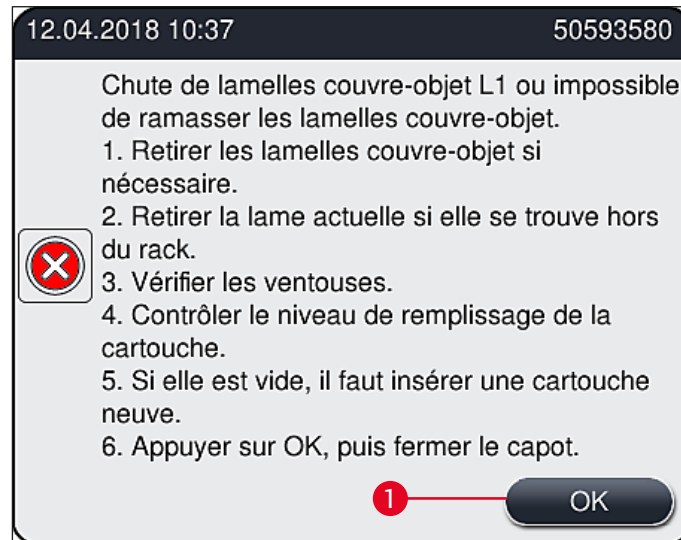

Fig. 110
Si le **module Pick&Place** perd une lamelle couvre-objet pendant le transport vers la lame ou si le **module Pick&Place** n'arrive pas, après 3 tentatives, à enlever de la cartouche des lamelles une lamelle qui s'y trouve, l'utilisateur est prévenu par un message d'erreur (→ Fig. 110).
- ① Si ce message (→ Fig. 110) s'affiche, l'utilisateur doit d'abord contrôler si une lamelle couvre-objet a été perdue lors du transport vers la lame ou si le **module Pick&Place** a été incapable de sortir une lamelle de la cartouche des lamelles.